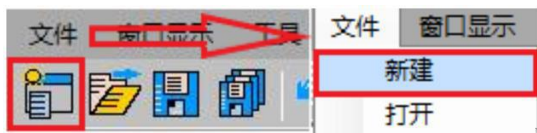

图 1-1 新建 tnb 文件
(1) 软件在使用前，请先新建一个 tnb工程文件。如下图 1-1所示